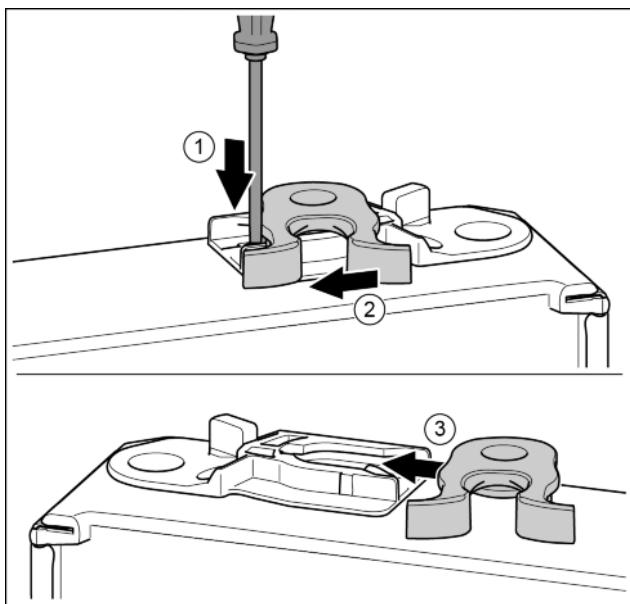

Fig. 15
- Нажать накладку шлицевой отверткой вниз. Fig. 15 (1)
- Запорный крючок вывести из направляющей. Fig. 15 (2)
- Запорный крючок вставить в направляющую с другой стороны. Fig. 15 (3)